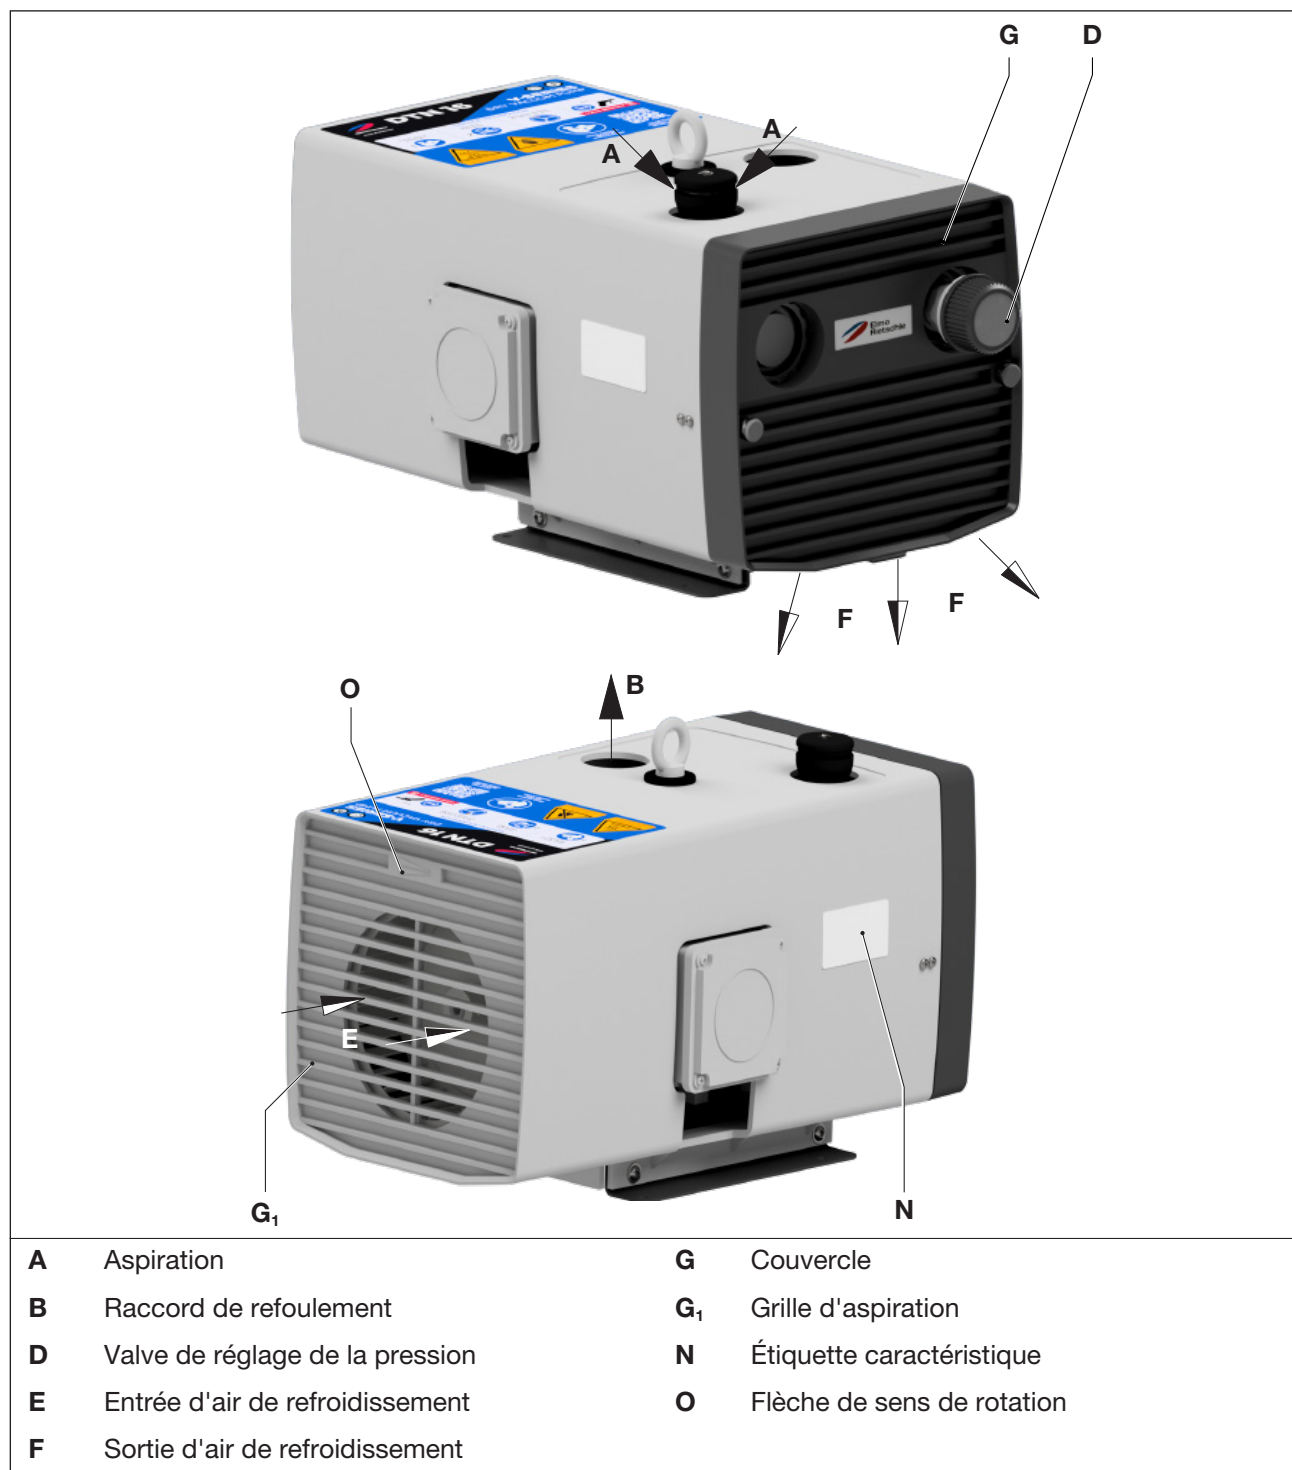

Fig. 2 Compresseur V-DTN
- Le couvercle (Fig. 2/G) et la grille d'aspiration (Fig. 2/G1) doivent être facilement accessibles.
- Retirez l'obturateur du raccord de refoulement (Fig. 2/B).
- Raccordez la tuyauterie au raccord de refoulement (Fig. 2/B).
Vous pouvez régler les intervalles de pression requis à l'aide de la valve de réglage de la pression (Fig. 2/D) en tournant le bouton rotatif dans le sens indiqué par le symbole qui se trouve sur le bouton même.